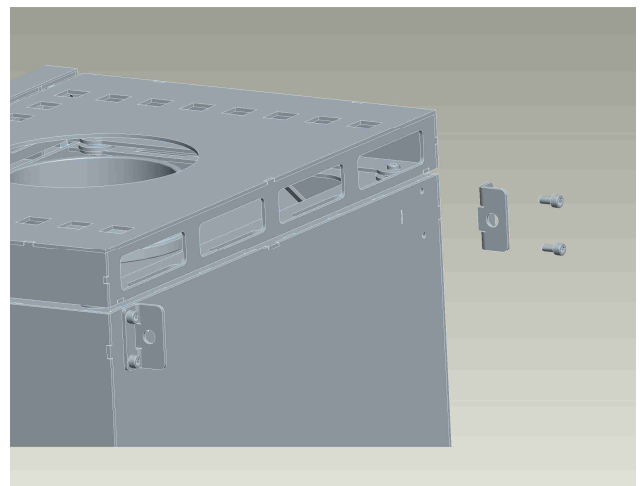

Abb. 7: Montage Befestigungslaschen
2. Befestigungslaschen an Ofenkörper festschrauben (Abb. 7) mit den 4 beiliegenden Schrauben.